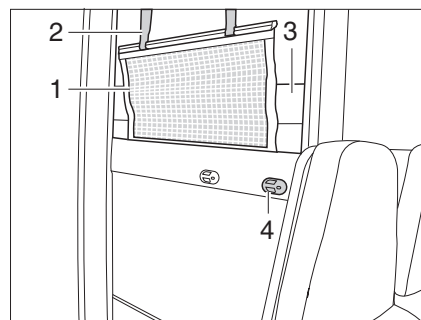

Fig. 98 Lit superposé (côté)
- Retirer le matelas (Fig. 98,3) du lit supérieur et le poser sur le lit inférieur.
- Accrocher l'échelle de montée par les longerons sur le bandeau (Fig. 98,4) installé sur le cache.
Le filet de sécurité (Fig. 98,1) de série est rangé entre le matelas et le sommier à lattes. Ne tendre le filet de sécurité qu'une fois que les personnes se trouvent dans la capucine.
- Faire s'enclencher les sangles de retenue (Fig. 98,2) dans les œillets du plafond.